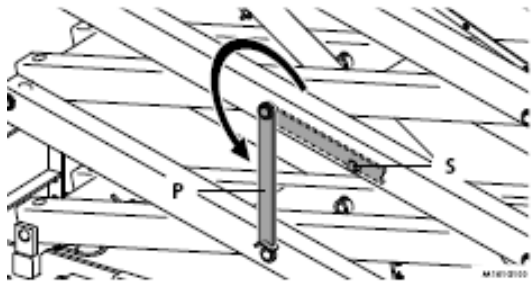

Fig. 3-3
Stap 4 – Draai de veiligheidssteun zoals in fig. 3-3 weergegeven.
- (1) Til de veiligheidssteun (Fig. 3-3,p) uit de houder (Fig. 3-3,S) deze bevindt zich aan de rechterkant van de machine.
- (2) Draai de veiligheidssteun verticaal zodat deze naar onder wijst.
Leg de veiligheidssteun in houder (Fig.3-3,S) als je hem niet gebruikt.